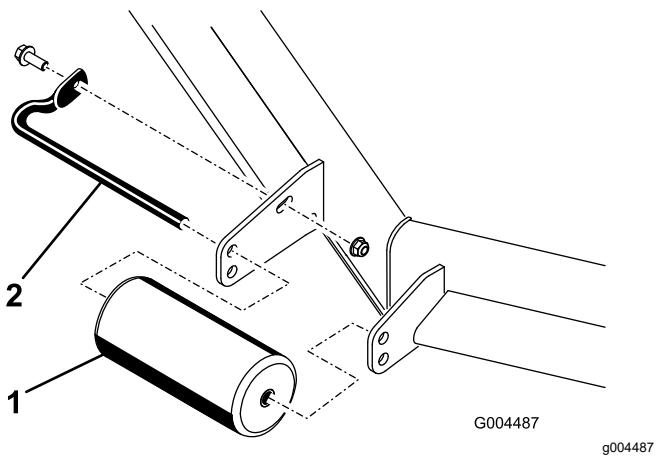

Bild 7
4. Nehmen Sie die Befestigungen ab, mit denen jede Rolle am Mähwerk befestigt ist, und schieben Sie die Rollen nach oben oder unten (Bild 7).